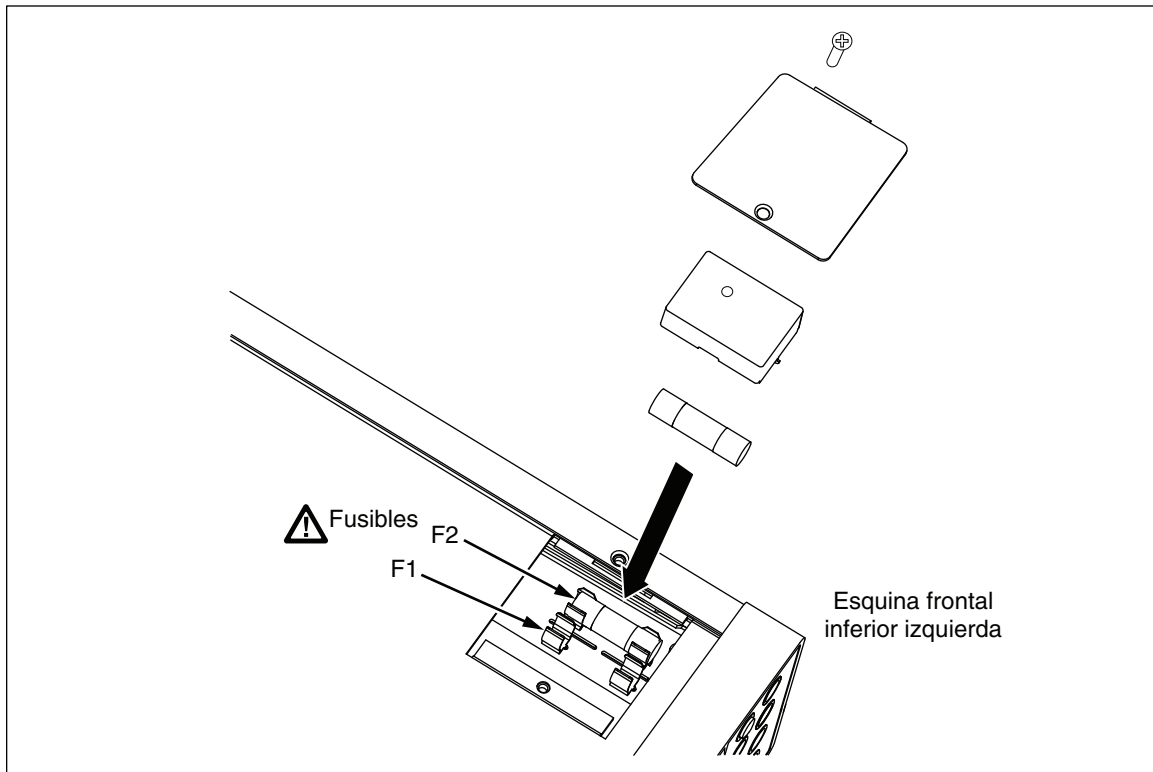

Figura 2. Reemplazo de los fusibles de entrada de corriente
3. Retire el tornillo de retención en la puerta de acceso del fusible. Vea la figura 2.